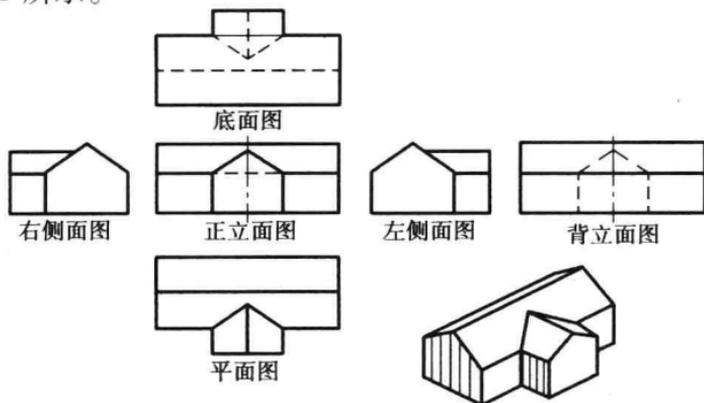

图 1.1 房屋的 6 个基本视图
(1) 六面图 在建筑工程中,复杂的形体较多,仅用三面视图通常不能将建筑形体的形状和尺寸等完全表达清楚,为此,须采用六面视图来绘制建筑图样。房屋的6个基本视图如图1.1所示。